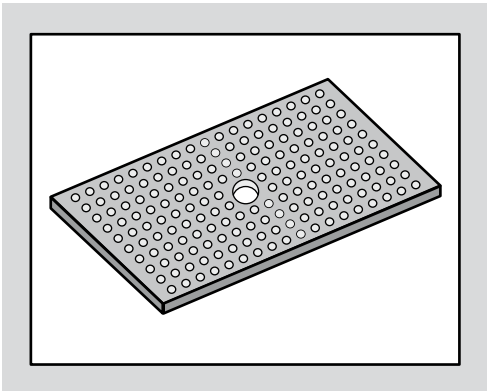

Figura 5 MALLA MULTIPERFORADORA.
9. Retirar la malla multiperforada con ayuda del orificio que está en el centro. (Figura 5).